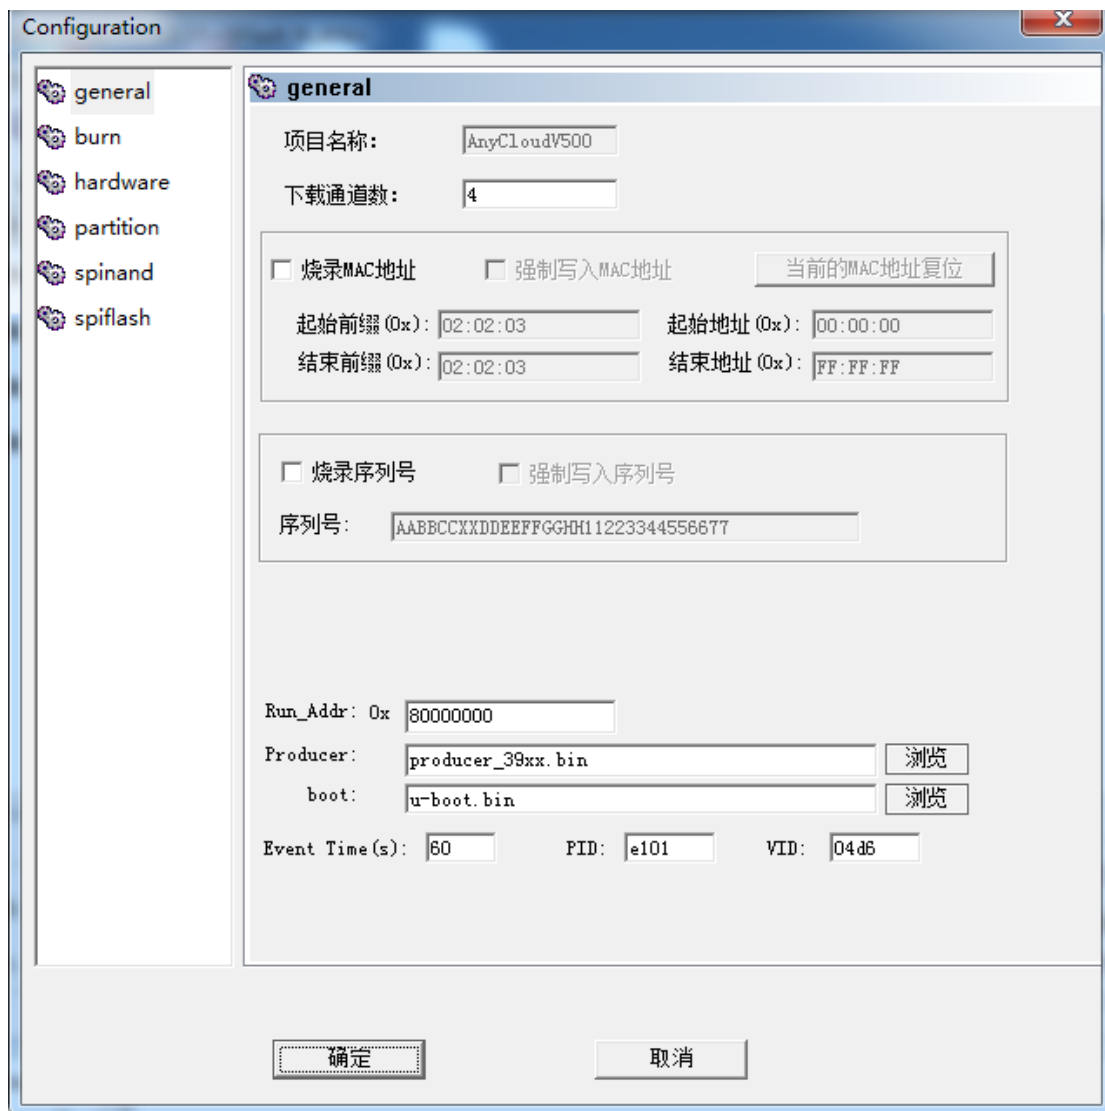

图 3-5 AK39E 芯片的 spi 烧录的 general 配置
8) 配置 PID 和 VID，配置界面如图 3-5 所示。